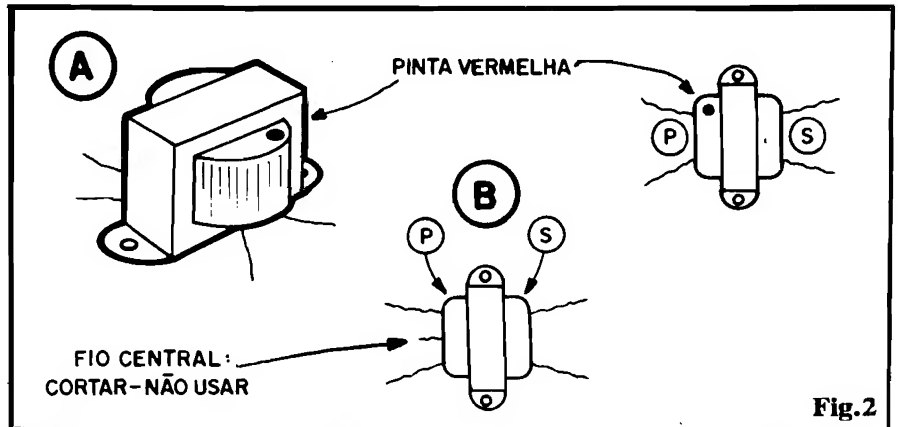

Fig. 2
Uma rápida "olhadinha" ao esquema (fig. 1) mostra ao Hobbysta experimentado que as peças, além de poucas, são super-comuns, de baixo preço e fácil aquisição... Tem só um "galhinho", representado pelo pequeno transformador de Saída para transístores (em tese, um componente já industrialmente obsoleto, uma vez que raríssimos circuitos de áudio transistorizados, modernos, valem-se de transformadores de saída...). Observem a fig. 2: o componente ideal para a função é conhecido como "pinta vermelha", pequeno, dotado de enrolamentos com apenas dois terminais cada, e com a tal pinta vermelha nitidamente demarcando o lado correspondente ao primário (P). Esse transformadorzinho apresenta a melhor relação de impedâncias para funcionamento na MINI-SIRENE DUPLA, conforme testes em nosso Laboratório... Entretanto, na falta do dito cujo, outros pequenos transformadores de Saída para transístores, inclusive aqueles com primário de 3 fios (fig. 2-B), podem ser experimentados... Nesse caso, o fio central do primário deve ser ignorado, podendo até ser cortado, uma vez que não receberá ligação...